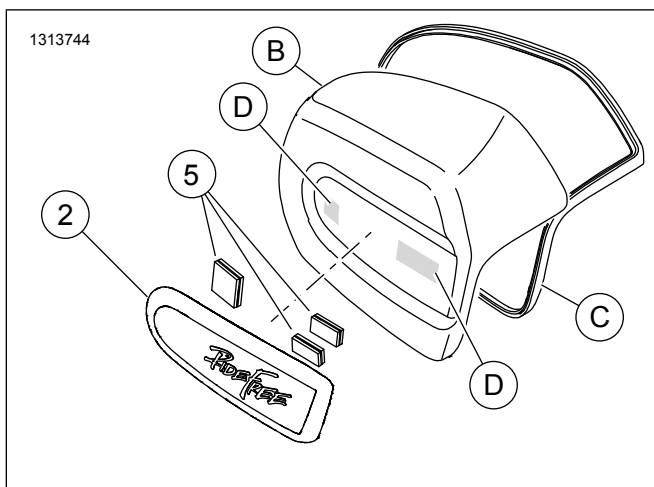

Figure 4. Pièces de rechange, RideFree, Filtre à air, Kit de garniture
- Voir Figure 4 . Laisser le double verrouillage installé sur la garniture.
- Appuyer fermement sur la zone de fixation (D) pour fixer. L'immobiliser pendant 30 secondes.